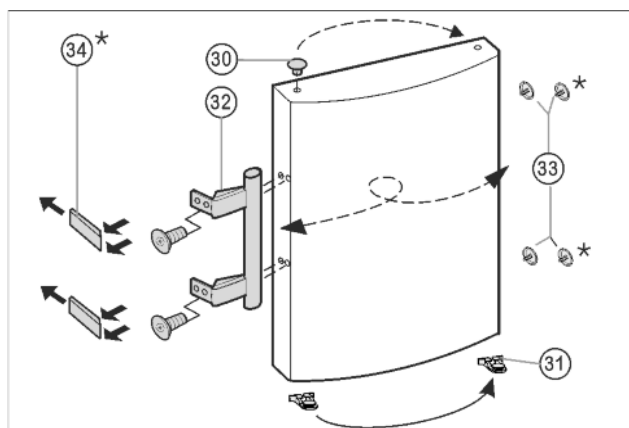

Fig. 8
- Estrarre il tappo Fig. 8 (33) dall'alloggiamento del supporto della porta e spostare.
- Smontare la maniglia della porta Fig. 8 (32), il tappo Fig. 8 (33) e le piastre di spinta* Fig. 8 (34) e spostare sul lato opposto.